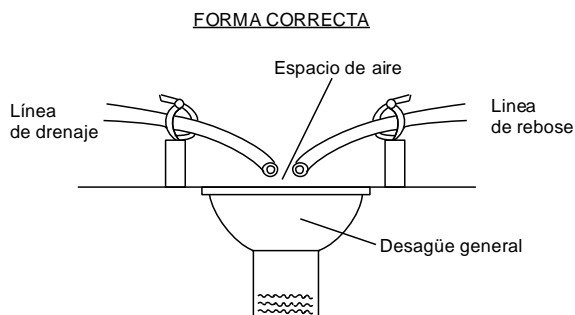

Figura 6. Conexión de la línea de drenaje.
**IMPORTANTE:** No hay que conectar el tubo de drenaje a una zanja, línea de desagüe, o alcantarilla. Dejar siempre un espacio de aire entre el tubo de drenaje y el desagüe general para impedir la posibilidad de retorno a través del desagüe. Esto podría afectar el correcto funcionamiento del equipo. Ver Figura 6.